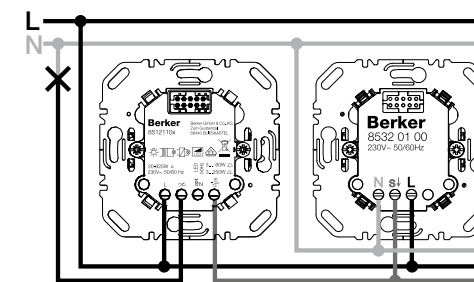

Figura 2: Inserto di commutazione o regolatore luce a pulsante universale con derivazione rilevatore di movimento
- Collegare la derivazione del rilevatore di movimento secondo lo schema di collegamento (figura 2 o 3).